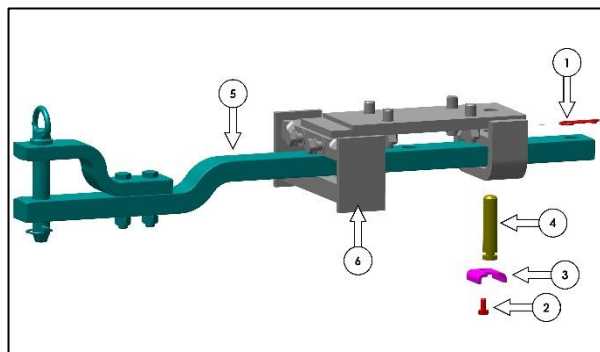

Fig. 205 – LENGTEVERSTELLING DISSEL
Volg onderstaande stappen om de gewenste lengte in te stellen door de dissel (item 5 in Fig. 205) te verplaatsen:
1. Plaats de dissel (Item 5 in Fig. 205) boven op de bodemplaat (Item 6 in Fig. 205).
3. Houd de borgplaat (Item 3 in Fig. 205) onder de bodemplaat en steek de borgpen (Item 4 in Fig. 205) van onderen door; borg bovenaan met de borgveer (Item 1 in Fig. 205).
4. Zet de borgplaat (Item 3 in Fig. 205) vast door de bout (Item 2 in Fig. 205) in de bodemplaat (Item 6 in Fig. 205) te monteren en aan te draaien.
1. Verwijder de borgveer (Item 1 in Fig. 205), de borgpen (Item 4 in Fig. 205), de borgplaat (Item 4 in Fig. 205) en de bout (Item 2 in Fig. 205).